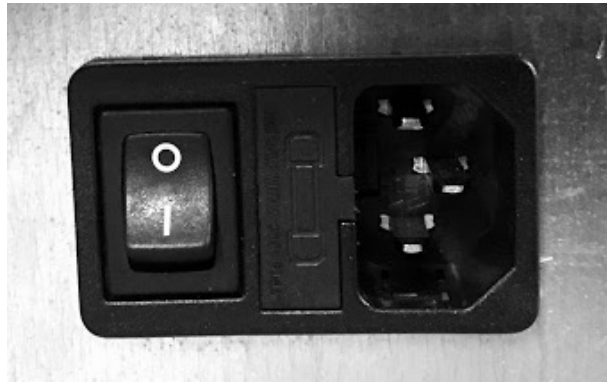

Fig. 74 - Elektrisch stopcontact met hoofdschakelaar
- Sluit de voedingskabel eerst op de achterkant van de kachel aan (zie **Fig. 74**) en daarna op een elektrisch wandstopcontact.
- De O/I-hoofdschakelaar (zie **Fig. 74**) mag alleen geactiveerd worden om de kachel in te schakelen. Het is raadzaam de hoofdschakelaar in alle andere gevallen uitgeschakeld te laten.